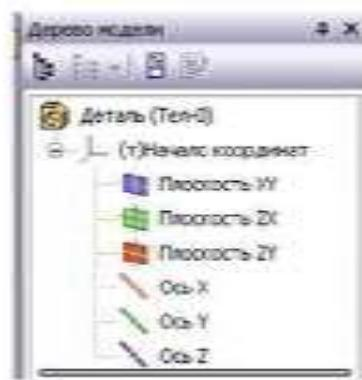

Рисунок 13.2 – Дерево модели
- *Дерево модели* (рисунок 13.2), которое представляет собой схематичное отображение всех операций по созданию модели и позволяет редактировать построения на любом этапе создания модели.